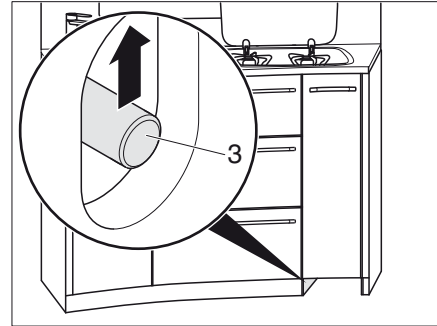

Bild 127 Låsa upp kökslådor
- Skjut skjutstängen (Bild 127,3) uppåt.